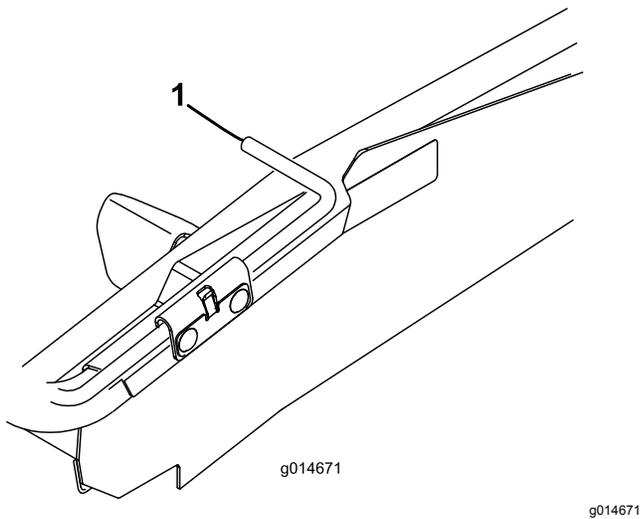
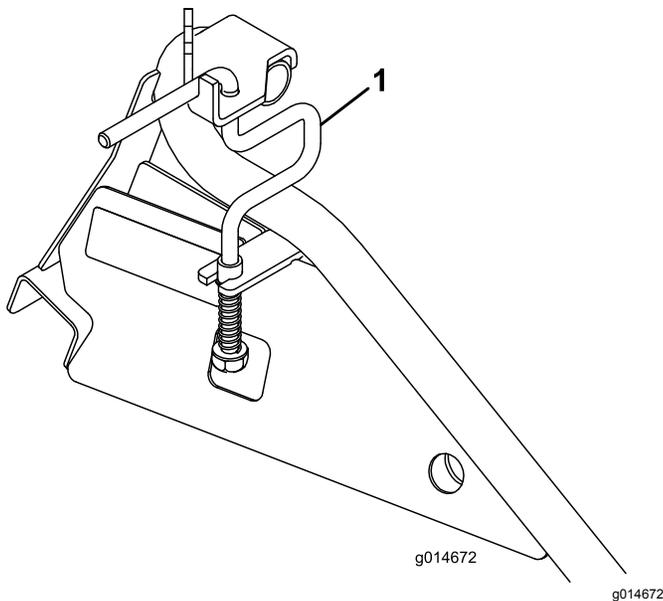

Bild 13
Bild 14
- Drehen Sie auf flachen Rampen die Radstangen nach unten über die Transporträder des Grünsmähers (Bild 13).
- Heben Sie die Radstangen auf Schienenrampen an und drehen sie hinter die Transporträder des Grünsmähers (Bild 14).
2. Drehen Sie die Radstangen auf flachen Rampen nach oben (Bild 13); drehen Sie die Radstangen auf Schienenrampen parallel zur Rampe (Bild 14).